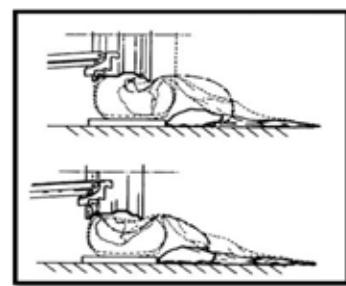

Рис. 20
**камеру, как показано на рис. 20;